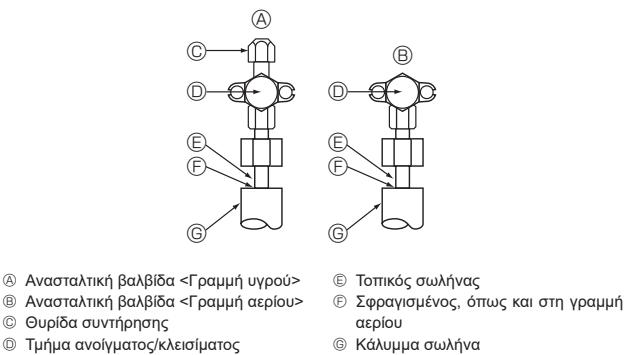

Fig. 4-4
4.4. Μέθοδος ελέγχου αεροστεγανότητας του σωληνώσων ψυκτικού (Fig. 4-4)